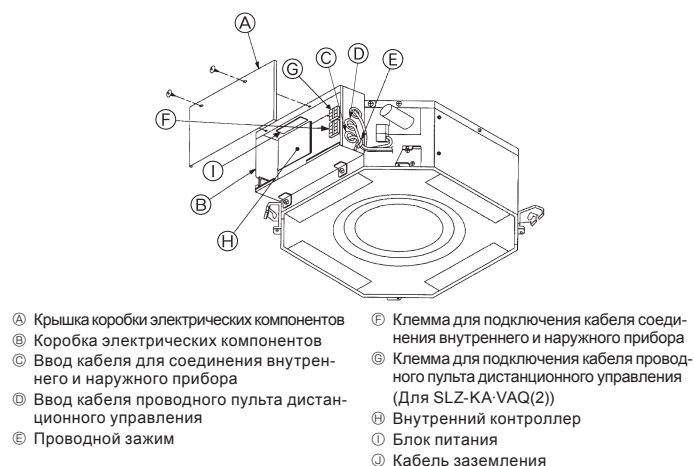
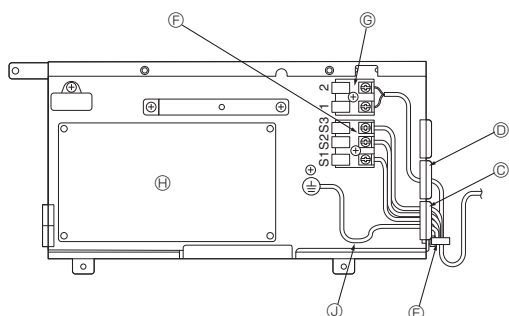

Fig. 7-2
Fig. 7-3
7.2. Внутренний прибор (Fig. 7-2) (Fig. 7-3)